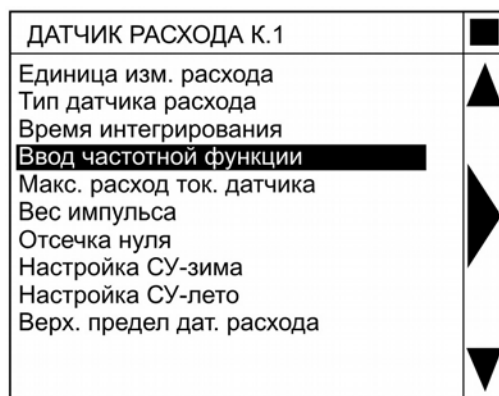

Рисунок 18 — Меню «ДАТЧИК РАСХОДА КАНАЛА»
3.4.7.3 Выделив строку «Датчик расхода» в меню «ЗАВОДСКИЕ УСТАНОВКИ КАНАЛА» и активировав её, можно просмотреть заводские установки датчика расхода конкретного канала (рисунок 18).